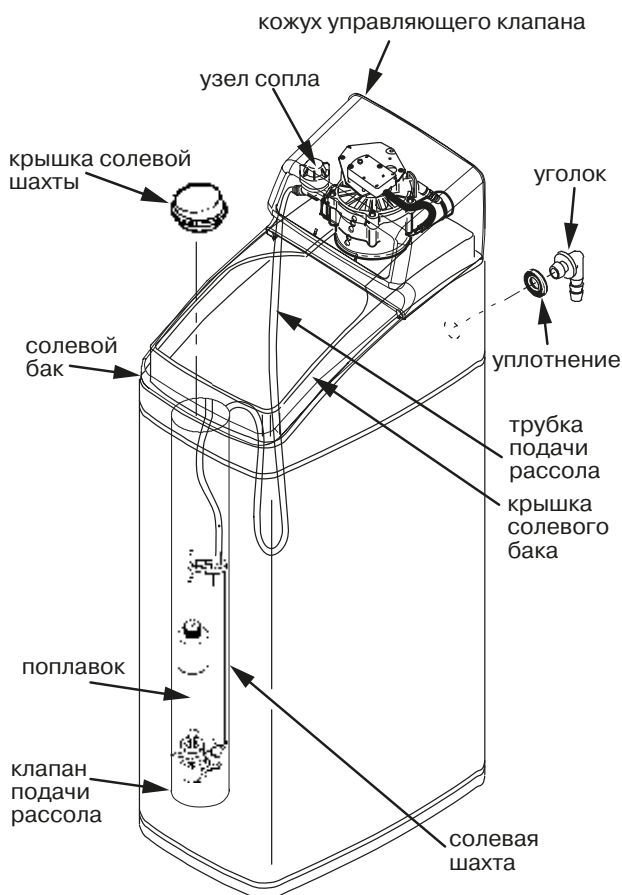

Рис. 5
1. Умягчители поставляются в собранном виде. Во время установки снимите верхнюю крышку и крышку солевой шахты и отложите их в сторону во избежание повреждений. Убедитесь в том, что солевая шахта установлена вертикально и закреплена (рис. 5).
Снимите крышку и налейте примерно 50 мл (2-3 чайных ложки) обычного бытового отбеливателя (например, Сlorox) в солевую шахту умягчителя (рис. 5). Закройте крышку солевой шахты.
а) При помощи ведра или шланга налейте 4 л воды в солевой бак. Не заливайте воду в солевую шахту (**рис. 5**).